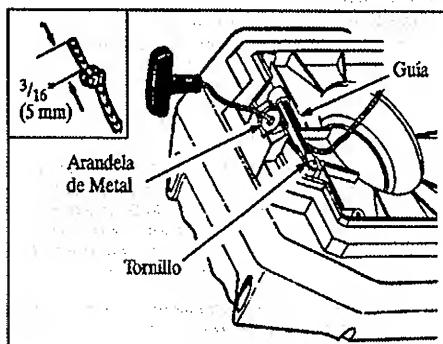

Figura 17
- Introduzca una punta de la soga por la manija y fíjela con un nudo. Deje un rabo de 5 mm (3/16") detrás del nudo. Figura 17 (inscripción)
- Pase la otra punta de la soga por la arandela de metal y luego por debajo de la Guía. Figura 17.